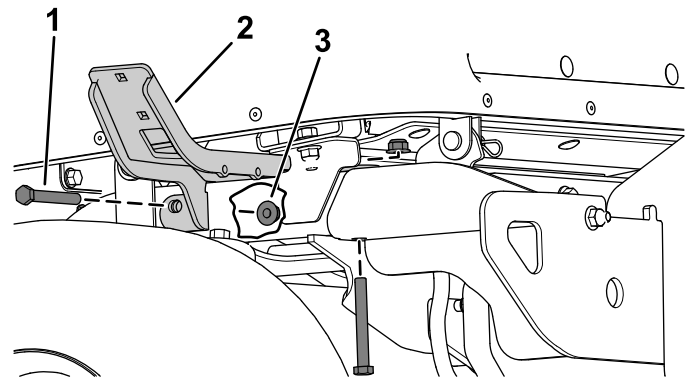

Figur 21
1. Fjern flangehovedbolten (3/8" x 2 3/4") og flangemøtrikken (3/8"), der fastgør kofangeren på det bageste rørstel på hver side af kofangeren (Figur 21).